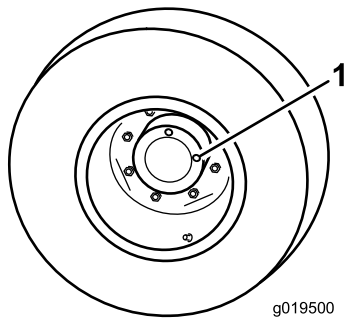

Figure 80
- Avec la roue tournée de sorte qu'un bouchon de contrôle soit à la position 12 heures et l'autre à la position 3 heures (Figure 80), garez la machine sur une surface plane et horizontale, serrez le frein de stationnement, abaissez les plateaux de coupe, coupez le moteur et enlevez la clé.
- Bouchon de contrôle/vidange (2)
- Retirez le bouchon qui est à la position 3 heures (Figure 80).